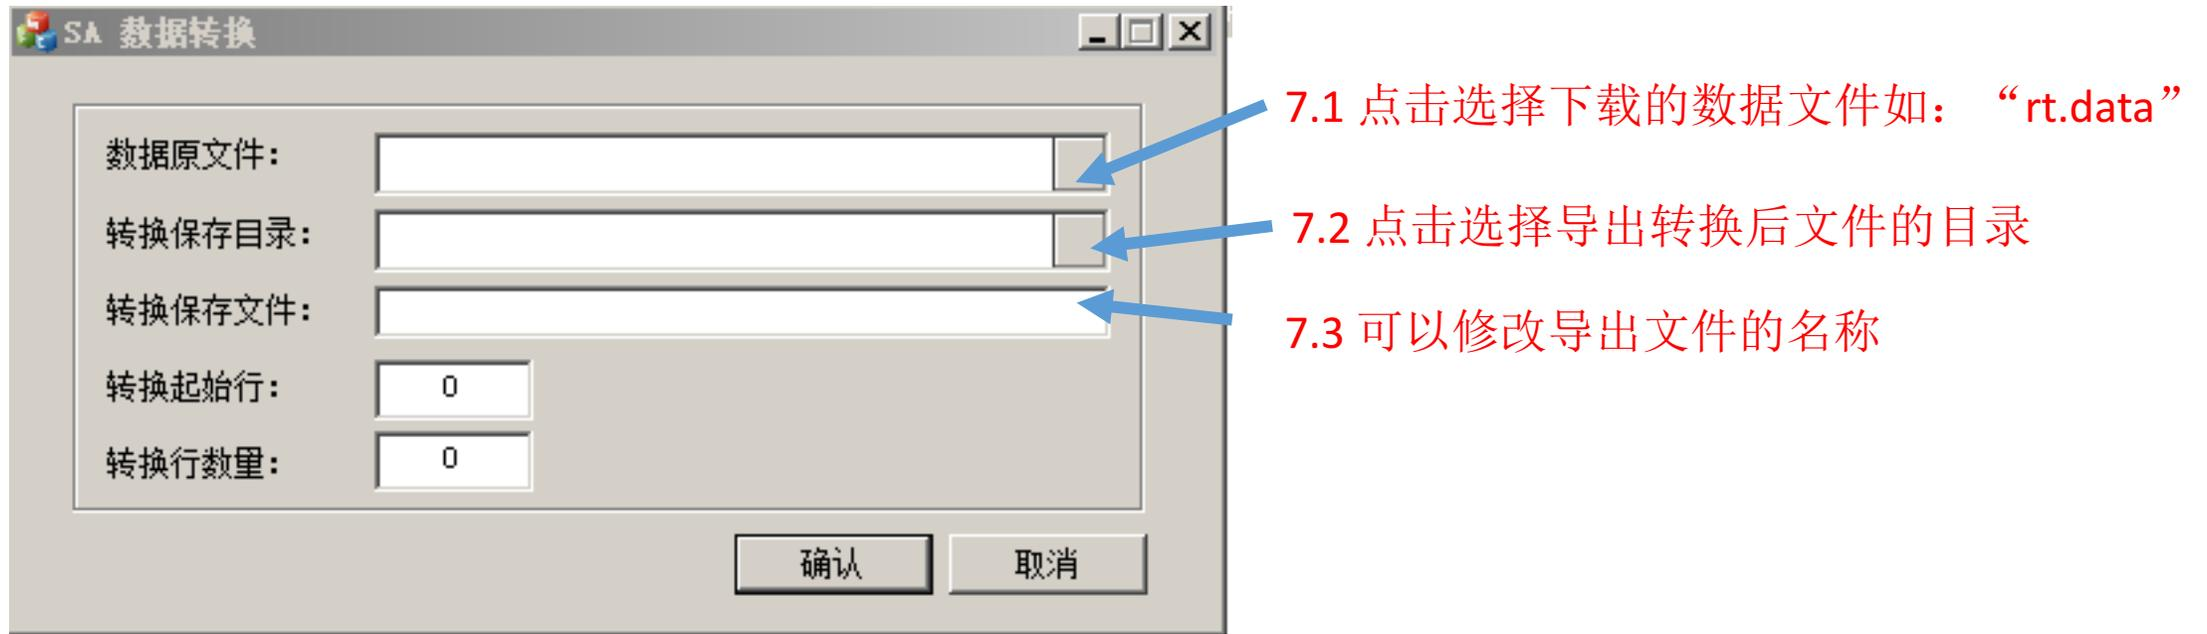

图 6.6
- 6.7. 在解压的文件夹中，运行双击“dt2txtGUI”运行转换程序，如图6.6；